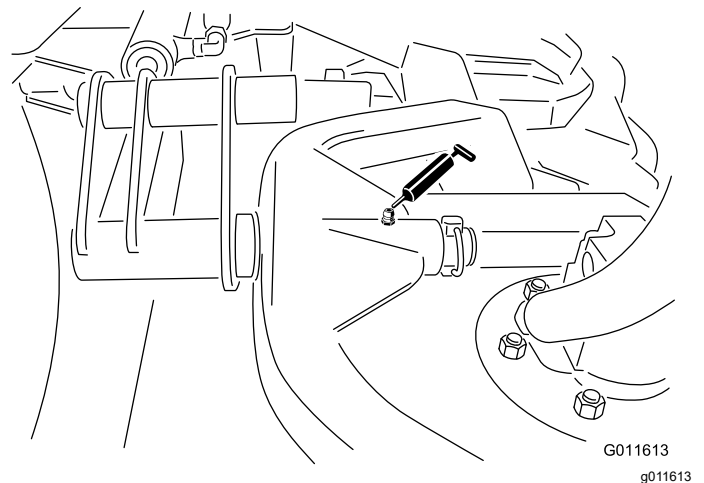

Figura 41
- Pivote del bastidor de tiro de la unidad de corte (1 en cada) – Figura 41